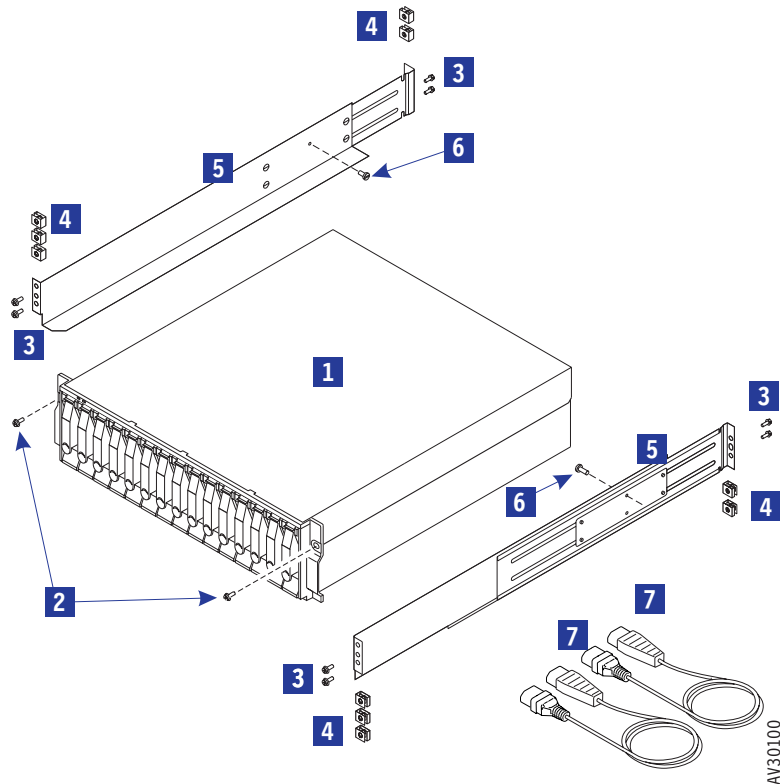

図9. ラックマウント型筐体の部品
各筐体については、22 ページの図 9 を参照して、リストされているすべての部品がそろっていることを確認して下さい。
- ArrayMasStor FC-II に同梱されている 2 個のサポート・レール (図9の 5) を用意して下さい。
注：これらは、22 ページの図 9 で示したネジ **2**、および 24 ページの図 10 で示したナット・クリップ **1** です。
注：これらは、22 ページの図 9 で示したネジ **6**、および 24 ページの図 10 で示した穴 **5** です。